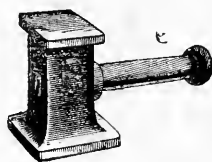

Fig. 2.
Les outils et machines représentés par les figures 2, 4, 7, 8, 18, 19, 20, 21, 22, 23, 24, 25, 28, 29, 30, 31, 33, 34, 40, 68, 69 sont fournis par MM. BERTRAND frères, 8, rue de l'Abbayé Paris (vi^e).
2. *Marteau à battre.* — Le marteau du relieur (fig. 2) est une masse de fer dont la tête est large, soit arrondie, soit carrée de 0^m,10 de tête environ. Cette tête se nomme la *platine*. Les vives arêtes sont arrondies afin que les batteurs ne soient pas exposés à couper les feuilles. La surface de la tête est un peu convexe, les relieurs appellent cette convexité la panse du marteau. Le manche est court et gros, il est assez élevé pour que les doigts du batteur ne puissent jamais toucher la pierre afin d'éviter qu'il se blesse. Le marteau avec son manche pèse environ 3 kilogr.